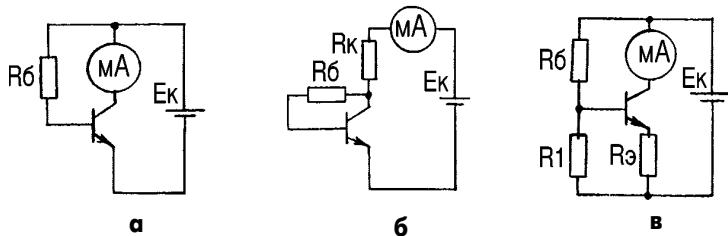

рис. 1
К базовому п-р-переходу подключается постоянное открывающее напряжение для обеспечения непрерывного процесса диффузии электронов и дырок, а к коллекторному переходу постоянное напряжение подключается в запирающем направлении для создания выходного тока при большом выходном сопротивлении закрытого перехода. Базовые и коллекторные напряжения подключаются всегда так, что один из электродов транзистора оказывается общим для обоих напряжений. При подключении транзистора с общей базой по постоянному току необходимо два отдельных источника тока, а при включении с общим эмиттером можно использовать один источник - коллекторный и напряжения для базового перехода обеспечивать резистивным делителем. Из-за удобства в большинстве случаев используют один источник. В этом случае режим биполярного транзистора можно установить тремя известными способами: обеспечением стабильно-го постоянного тока базового перехода (рис.1,а), по схеме с коллекторной ста-
билизацией (рис.1,б), по схеме с эмиттерной стабилизацией (рис.1,в).
Обратимся к схемам рис.1 и проведем эксперимент с двумя кремниевыми транзисторами. При сопротивлении резистора  $R_{61}=510$  кОм (см. рис.1,а) управляемый ток база-эмиттер, необходимый для выбора режима транзистора 1, равен
При одних и тех же управляемых базовых токах два транзистора имеют разные значения  $h_{21e}$  и  $I_k$ . При использовании их, например, для усилительных каскадов последние имели бы неодинаковые параметры. Отсюда вытекает второе простое условие обеспечения режима: необходимость специальных мер, исключающих влияние разброса параметров (стабилизация). В схеме, показанной на рис.1,а, не обеспечиваются оба условия. Чтобы убедиться в чем это может привести, обратимся к реальностям. На кафедре радиотехники Технологического Университета Подолья имеется 8 генераторов Г4-102. Они простые, удобные, мобильные, но, к сожалению, почти у всех неработоспособен генератор модулятора с частотой
Из схемы видно, что транзистор включен с общим коллектором, а режим его по постоянному току обеспечивается по схеме, показанной на рис.1,а. Нетрудно предположить, что причина неработоспособности в транзисторе. При проверке оказывается, что неуправляемый ток  $I_{k\theta}=0,5...0,8$  мА, а 20 лет назад все было нормально. Кстати, по аналогичной схеме выполнялся автогенератор электромеханических часов "Слава", и радиолюбители, наверное, помнят неоднократные предложения в журналах "Радио" по усовершенствованию такого генератора. Из сказанного следует, что для построения надежных выпускаемых серийно устройств обеспечение режима транзисторов по схеме, показанной на рис.1,а, неприемлемо. Обратимся к схеме, показанной на рис.1,б. Очевидно, что в ней не выполняется первое условие: ток  $I_{k\theta}$  протекает через переход база-эмиттер. Постоянное напряжение на базу поступает с коллектора. Это образует отрицательную обратную связь, параллельную по напряжению, и обеспечивает некоторую стабилизацию коллекторного тока. Стабильность тем лучше, чем меньше соотношение (коэффициент нестабильности)
Это уменьшает входное сопротивление и усиление напряжения усилительного каскада. В этой связи, наверное, не следует рекомендовать к применению схему, показанную на рис.1,б, для использования в большинстве случаев, хотя иногда целесообразно.
Для анализа схемы, показанной на рис.1,в, проведем эксперимент, помня, что наличие резистора  $R_1$  существенно снижает неуправляемый ток  $I_{k\theta}$ . Соберем такой каскад на транзисторе 1 ( $h_{21e}=25$ ), используя источник питания  $E=10$  В и резисторы  $R_6=120$  кОм,  $R_1=11$  кОм,  $R_3=510$  Ом.
Измерим постоянный управляемый ток  $I_{k2}=0,5$  мА. Таким образом, теория о высокой стабильности и пригодности к серийному выпуску схемы, показанной на рис.1,в, прекрасно подтверждается. Такому каскаду никакие рекомендации не нужны. Наверное, целесообразно остановиться на том, как рассчитать сопротивления резисторов, обеспечивающих необходимый режим.
**"Логический анализатор-приставка к осциллографу"** (<http://rsputnik.com.ru/logos.htm>) С. Махоты дает возможность обычный осциллограф С1-65А использовать в качестве логического анализатора для исследования состояний микросхем ПЛ. Логические значения отображаются на экране осциллографа в привычном порядке, т.е. слева направо и сверху вниз. Приставка (рис. 1) может работать как восьмиканальный коммутатор цифровых сигналов. В ее составе входит тактовый генератор, позволяющий контролировать работоспособность устройства в автономном режиме.